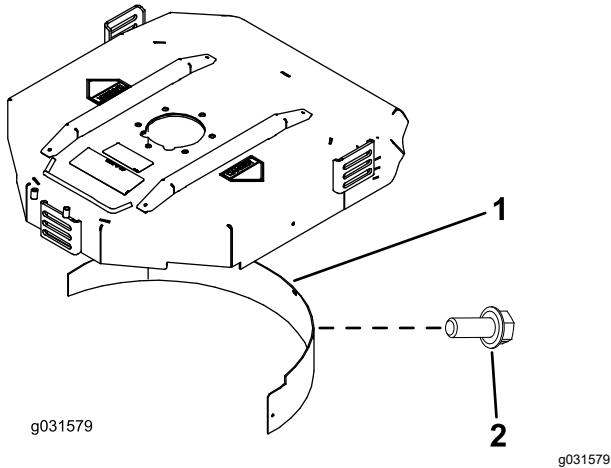

図 9
2. 後部の取り付け穴にマルチングバツフルを取り付け、フランジヘッドボルト 5 本で固定する 図 9。